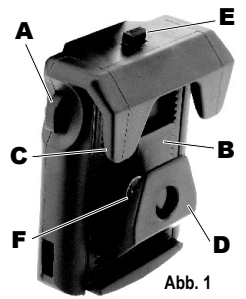

Abb. 1
- **Das Holster ist am Gürtel zu lose oder kann im Gegenteil nicht eingerastet werden** – Falsche Einstellung der Gürtelbreite am Clip. Den Clip je nach Gürtelbreite gemäß **Punkt 2** (**Abb. 1, 2**) einstellen.